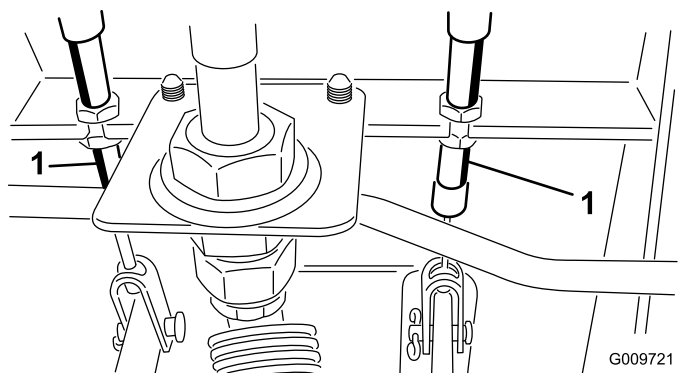

Figura 117
- A. Desaperte a porca dianteira na extremidade roscada do cabo do travão (Figura 117).